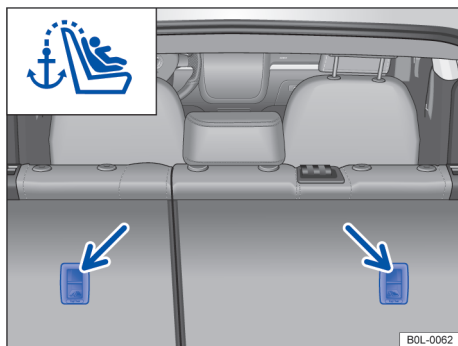

图 35 后排座椅靠背上用于连接顶部固定带的扣环
- 将顶部固定带的挂钩连接到行李箱内后排座椅靠背上的固定环上 → 图 35。